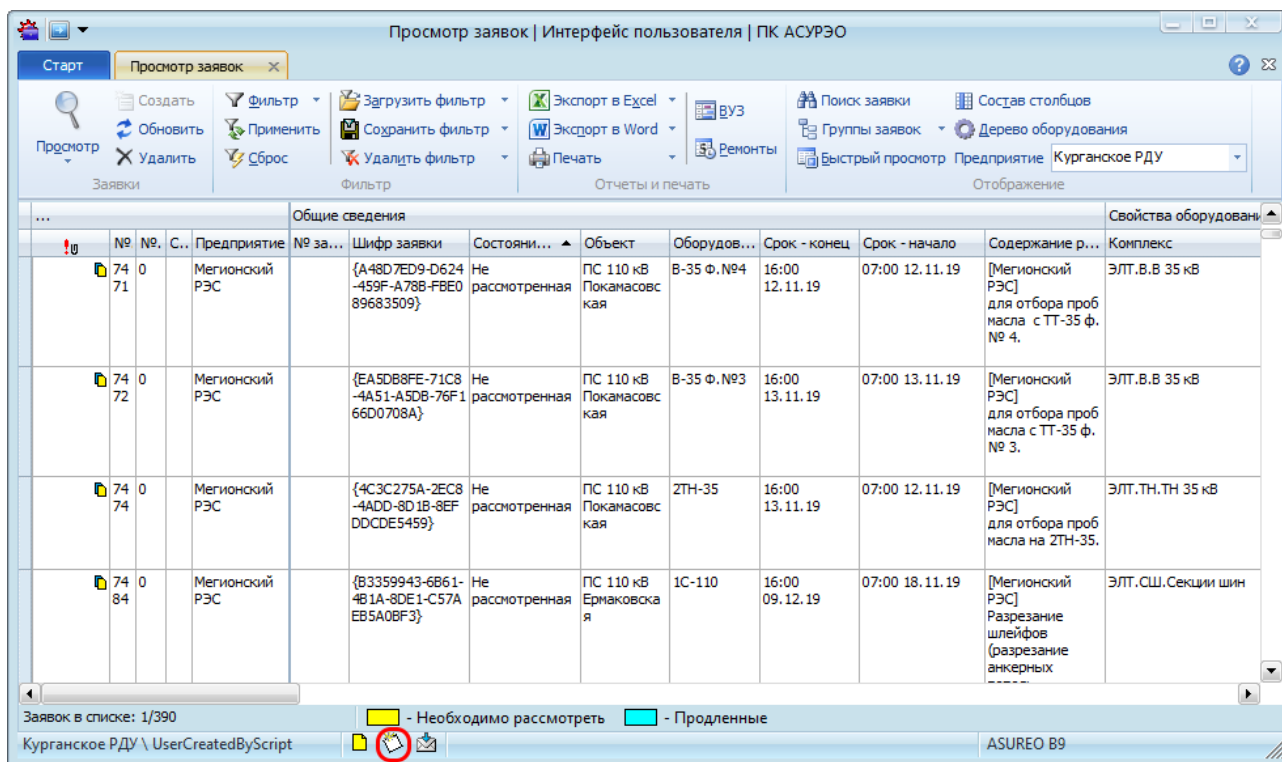

Рисунок 15.2 – Переход к журналу сообщений через статусную строку
- при любом режиме работы с приложением в строке статуса нажать на пиктограмму «» (Рисунок 15.2).